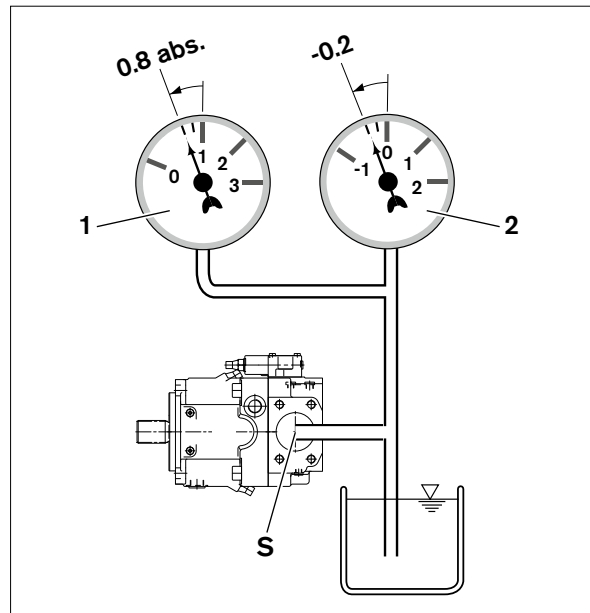

Fig. 7: Pressione di aspirazione
- ▶ Accertarsi che, in tutte le disposizioni e posizioni di montaggio in esercizio, nella pompa a pistoni assiali sia presente una pressione di aspirazione minima pari a 0.8 bar assoluti (senza pompa di carico) o 0.6 bar (con pompa di carico) all'attacco **S**: vedere fig. 7. Per ulteriori valori, vedere la scheda tecnica.